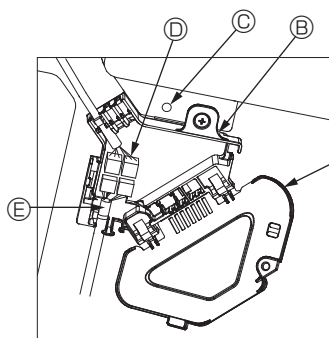

Fig. 10-8
- ① Usunąć jedną śrubę mocującą pokrywę skrzynki złączy, a następnie otworzyć pokrywę.
- ② Pewnie połączyć złącze przewodu łączącego silnika żaluzji i złącze przewodu silnika panelu żaluzji w skrzynce złączy. (Fig. 10-8)